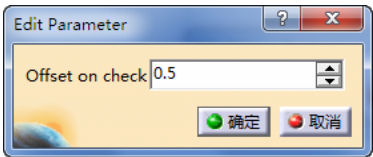

图 3-20 定义检查余量 (1)
- 定义检查余量 (1)。双击 “Offset on part”, 弹出 “Edit Parameter” 对话框, 可设置余量大小为 “0.5” mm, 如图 3-20 所示。